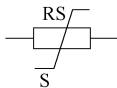

图 5-29 湿敏电阻器电路符号
- 4. 湿敏电阻器电路符号 (见图 5-29、图 5-30)